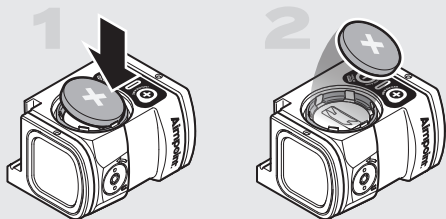

Abb. 2 Batterie entfernen
- Schrauben Sie den Batteriedeckel (4) mit dem Aimpoint-Werkzeug (10B) ab und entfernen Sie sie.
- Wenn Sie die Batterie ersetzen, nehmen Sie die leere Batterie aus dem Batteriefach, indem Sie sie vorsichtig an einer Kante nach unten drücken, wie in Abb. 2 gezeigt.